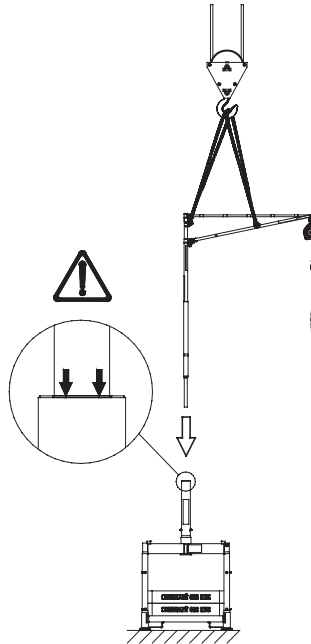

Abbildung 30. Platzieren des SkyReach in der Oberen Stütze 4.7. Achten Sie auf die Kranbewegungen, um Verletzungen zu vermeiden.
11. Verwenden Sie einen Kran, um den montierten SkyReach Anker anzuheben und auf die obere Stütze 4.7 oder den SkyReach Anschlussadapter 5.9 herabzulassen, bis er vollständig eingerastet ist. Siehe Abbildung 30. Verwenden Sie bei Bedarf den Teleskophaken, um den SkyReach in die richtige Position zu lenken. Stellen Sie sicher, dass der SkyReach in der korrekten Länge eingesetzt wird. Beachten Sie dabei das Etikett zur Einsatzkennzeichnung. Der obere Rand der Hülse muss auf den unteren Rand des Etiketts ausgerichtet sein. Siehe Abbildung 30.